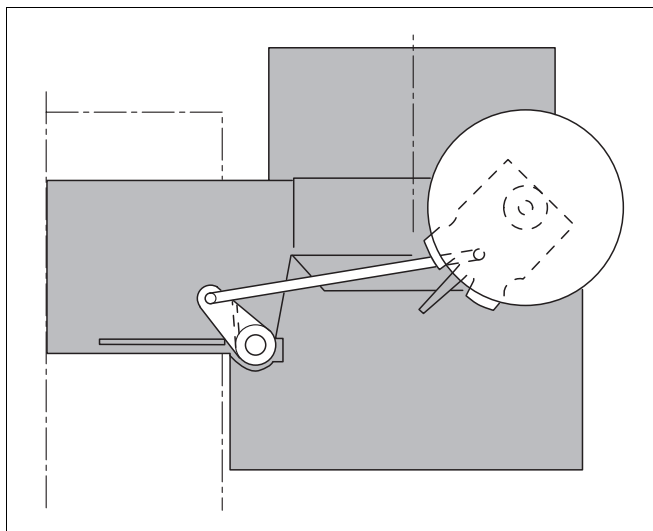

Abb. 32 Seitenansicht Strömungssicherung
- Bei Wärmeanforderung muss die Abgassperrklappe in Stellung „**AUF**“ (Abb. 32) gehen. Kontrollieren Sie dies anhand der Bewegung des Stellhebels. Erst nachdem die Endstellung „**AUF**“ erreicht ist, darf der Brenner in Betrieb gehen.